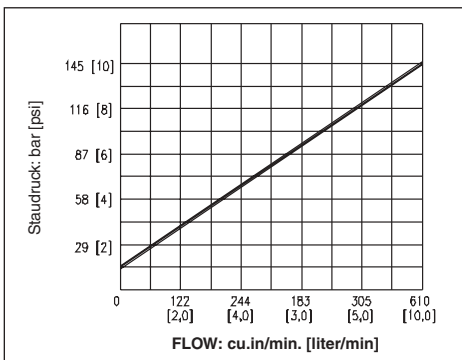

Abbildung 4: Staudruck und Durchflußdrosselung F – G (s. Abb. 1)
Staudruck bei Rückführung	Siehe Abb. 4.
**HINWEIS:** Beim Gebrauch der Flußregelung in einfachwirkenden Hydraulikkreisläufen muß der Staudruck als Folge des Rückflusses notiert werden. (Siehe Abb. 4) Dieser kann eine langsame Rückstellung einfachwirkender Komponenten bewirken.